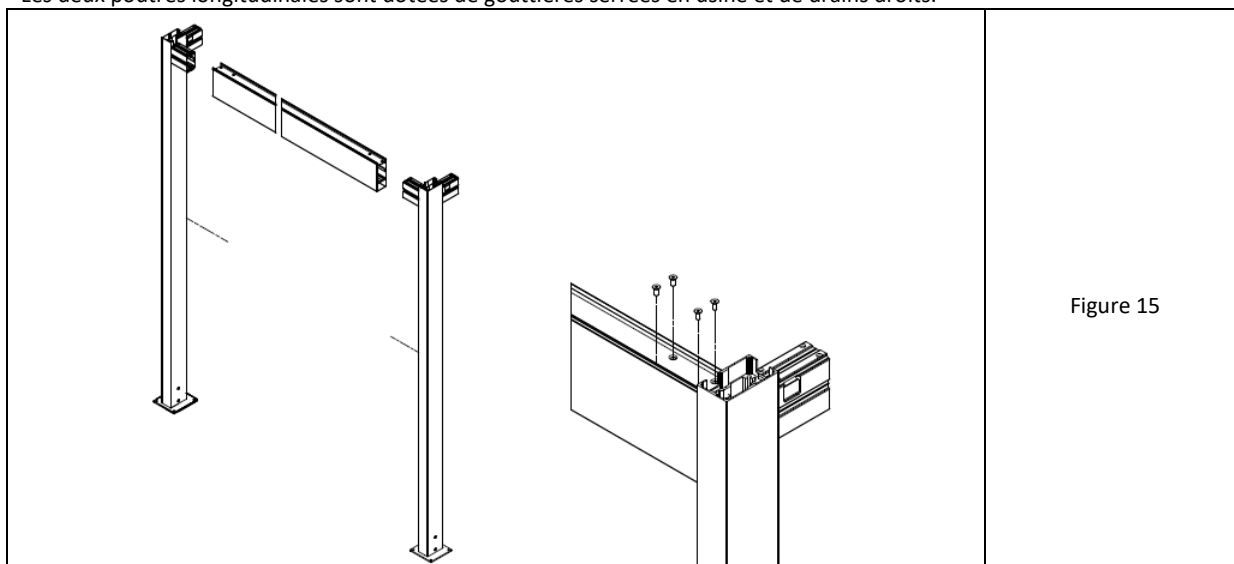

Figure 15
1. Placer les poteaux avec les pieds pré-serrés dans les chambres de la barre transversale des deux côtés et boulonner à partir du haut de la chambre de la barre transversale selon la Fig. 15 en utilisant des vis à tête fraisée M8 x 20 avec une douille à six pans creux. Veillez à assembler les poteaux avec la disposition correcte des pieds. Faites en sorte que les deux barre transversales forment deux cadres plats. Un cadre correctement assemblé présente une lame d'étanchéité sur la barre transversale du côté des os dépassant des poteaux.